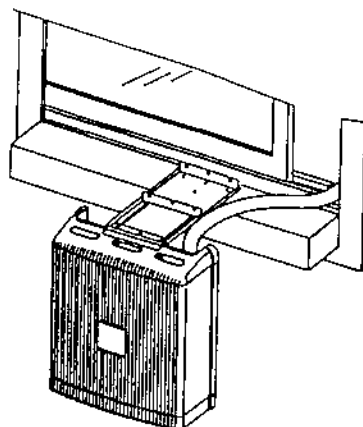
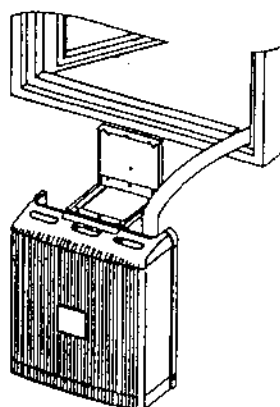
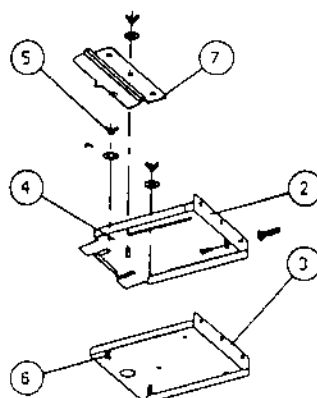
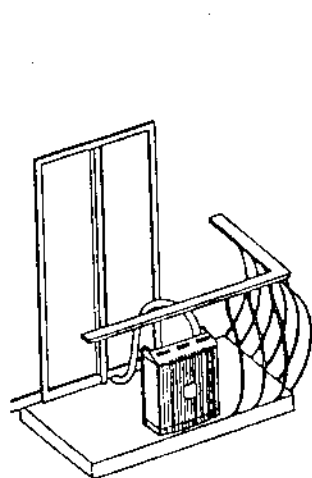

Рис. 5. Установка наружного блока на подоконнике
Рис. 6. Установка наружного блока на стене
Рис. 7. Набор для крепления наружного блока
Рис. 8
Стандартный крепежный набор (см. рис. 7), который входит в комплект кондиционера, позволяет устанавливать наружный блок на подоконнике (рис. 5) или на стене (рис. 6).
1. Проденьте под ручку блока подвижную скобу (2) (рис. 7) из крепежного набора (рис. 5 и 6).
2. Для установки на подоконнике см. рис. 5. Приложите неподвижную опорную планку (3) (рис. 7) к оконной раме, просверлите в раме три отверстия и надежно закрепите планку тремя винтами.
3. Установите подвижную скобу (2) так, чтобы ее отверстия (4) наделись на столбики (6) опорной планки. Закрепите подвижную скобу при помощи барашков (5) (рис. 7). Подвесьте наружный блок на подвижной скобе.
4. Сдвиньте блок так, чтобы он занял правильное положение (на расстоянии не менее 100 мм от стены), и затяните два барашка (5) (рис. 7).
5. Установите на место фиксирующую скобу (7) (рис. 7) и затяните гайками. Убедитесь в том, чтоб блок имеет хорошую опору, устойчив и надежно закреплен.
6. Для установки на стене см. рис. 6. Приложите неподвижную опорную планку (3) к стене, просверлите в стене три отверстия и закрепите планку тремя винтами; убедитесь в том, что планка установлена горизонтально.
7. Наденьте отверстия подвижной скобы на столбики опорной планки и затяните барашки (5). Установите фиксирующую скобу (7). Убедитесь в том, что блок закреплен надежно и имеет хорошую опору.
8. Подготовьте в нижней части дверной коробки или оконной рамы отверстие для соединительного шланга (см. рис. 8, 9, 10, 11).